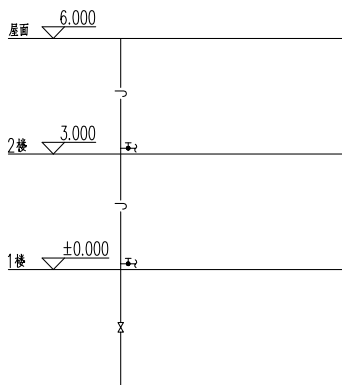

图 3-38 打开通气帽素材
**01** 按 Ctrl+O 组合键，打开配套光盘提供的“第 3 章/3.3.2 通气帽.dwg”素材文件，结果如图 3-38 所示。